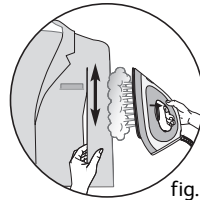

fig. 4
- Appuyez sur la commande vapeur - fig.3 par intermittence en effectuant un mouvement de haut en bas - fig.4.